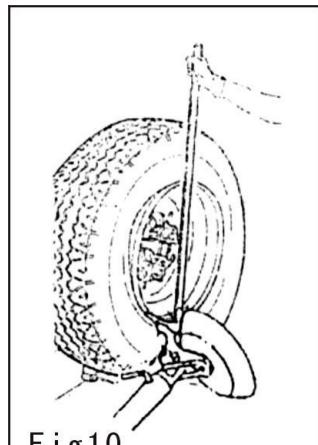

Fig 10
1) Pousser le porte-outil (9) en position de non fonctionnement à l'extérieur de la roue. Fixez la pointe de l'outil sur le pneu ou détachez la poignée de positionnement (14). Tournez la tête de l'outil de 180° et abaissez-la pour accrocher le support.
2) Contrôlez l'interrupteur de fonctionnement et ajustez la position du nez de l'outil (13) sur le pneu. Déplacez-le entre le pneu et la jante et insérez-le dans le bord du pneu pour accrocher le pneu.
6) Appuyez sur le pied de biche et abaissez la roue jusqu'à ce que la distance entre la jante de la roue et le nez de l'outil soit de 5 mm (**Fig. 10**)